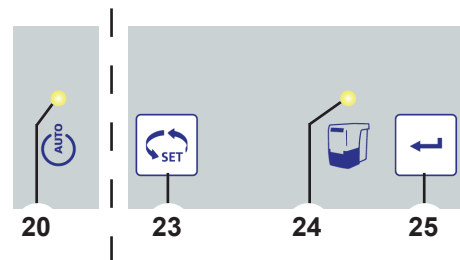

Fig. 8
- ⇒ Premere il tasto Enter (25) (il contatore che rileva i tempi dell'intervallo di svuotamento viene riavviato).
- ♦ La spia del cassetto raccogli-polvere (24) si spegne.
**Se il cassetto raccogli-polvere non viene svuotato, la spia di svuotamento cassetto (24, Fig. 8) resta accesa. Dopo lo spegnimento / accensione dell'apparecchio, un triplo segnale acustico avvisa nuovamente di svuotare il cassetto raccogli-polvere.**